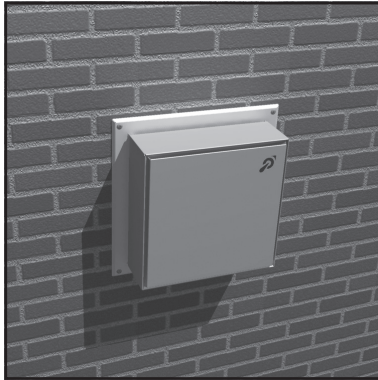

Fig. 1
1. If required, mount a connecting piece (1) to the appliance. Type and code according to the manufacturer's instructions or in consultation with our Sales department.
2. Place a flue length (2) on top (US 100/50/25 10). Make sure to use the minimum and maximum terminal length as instructed by the manufacturer.
3. Then place a concentric elbow (3) USB 90 10 and determine the place of the terminal.
6. Slide the wall terminal (4) USDHC3 10 from the outside through the wall with the logo in the top right-hand corner (Fig.1) Mount the air supply tube level or in such a way that the rainwater runs off. This position will ensure that the rainwater does not penetrate. Make sure that the dewatering hole in the air supply tube is kept open (do not seal)
7. If desired, the hole on the inside of the wall can be covered with a wall plate (5) USMPG 10. This can be ordered as an option.
1. Montez un raccord (1) sur l'appareil si nécessaire. Type et code selon les indications du fabricant ou en concertation avec notre département Vente.
2. Placez un conduit concentrique (2) US 100/50/25 10 par-dessus. Contrôlez la longueur minimale et maximale du conduit prescrite par le fabricant.
3. Placez un coude concentrique (3) USB 90 10 et choisissez la position du passage de façade.
6. Introduisez le passage de façade (4) USDHC3 10 dans la façade depuis l'extérieur; et fixez-le sur la façade avec le logo dans le coin supérieur droit (voir Fig. 1). Montez l'enveloppe d'amenée d'air de niveau ou légèrement en pente vers l'extérieur. On évite ainsi que les eaux de pluie pénètrent à l'intérieur. Lors d'un montage sur la pointe, laissez le trou d'assèchement de l'enveloppe libre (ne pas reboucher).
7. Le trou à l'intérieur peut éventuellement être recouvert d'une plaque murale (5) USMPG 10 disponible en option.